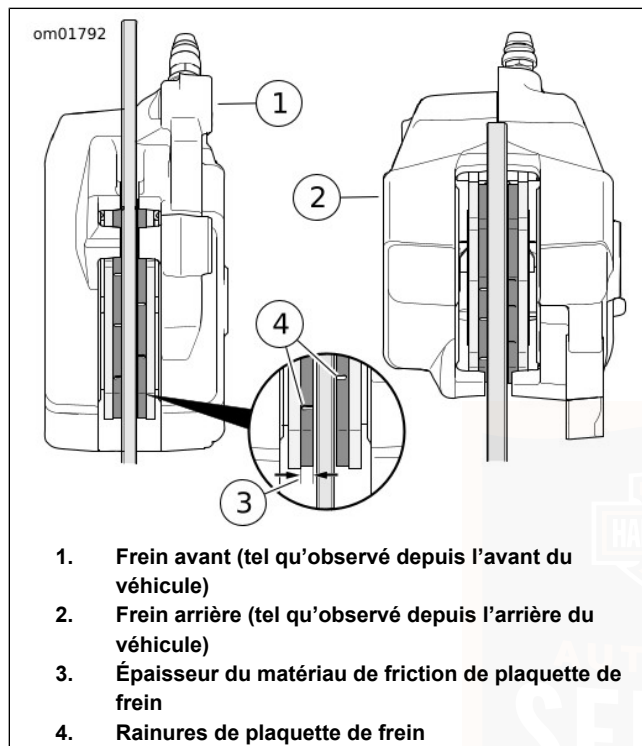

Figure 51. Matériau de friction de plaquette de frein
1. Voir Figure 51. Vérifier le disque de frein à mesure qu'il tourne. Le disque doit rester centré dans l'étrier de frein.